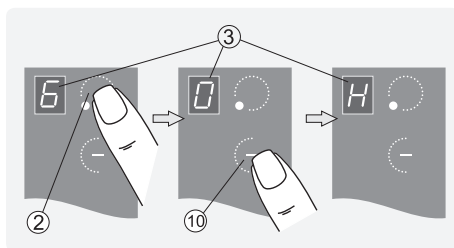

Рис.10
1. Работаящую конфорку перевести касанием зоны ② в режим управления (рис. 10).